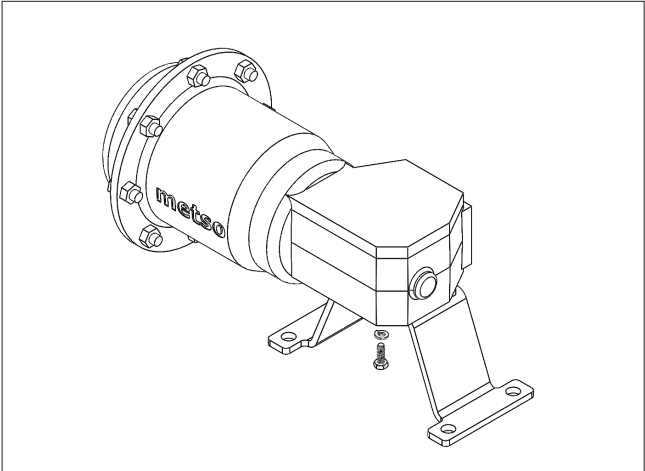

Figura 13.
2. Monte el soporte en el actuador como se muestra en la **figura 13**. Apriete con el par indicado en la **tabla 5**.